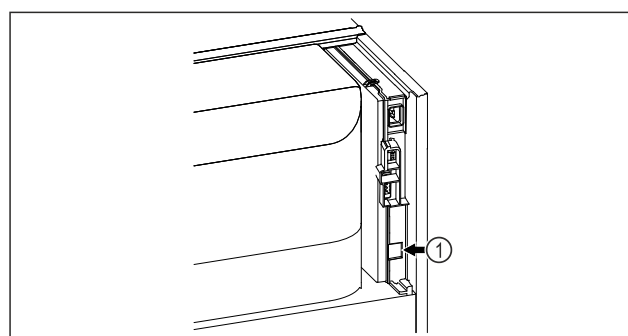

Fig. 99
- SmartModule Fig. 99 (1) è inserito.